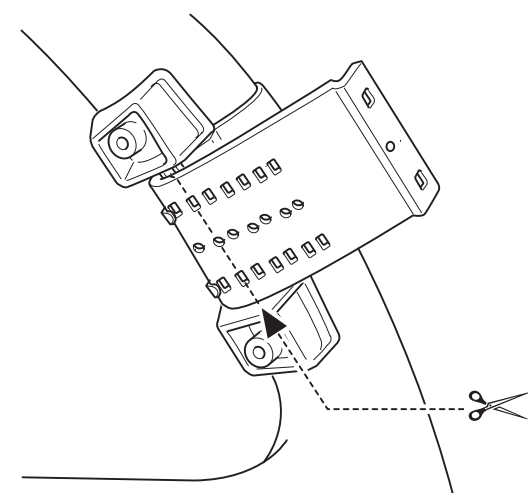

Fig. 7, Abb. 7, Afb. 7
2. Cut the extra portion of the belt at the center of the inner holder (Fig. 7).
2. Corte la porción extra de la correa en el centro del sujetador interior (Fig. 7).
2. Den überschüssigen Teil des Riemens in der Mitte des Innenhalters abschneiden (Abb. 7).
2. Couper la partie de la courroie en excès au centre du support interne (Fig. 7).
2. Tagliare la parte avanzante della cinghia al centro del supporto interno (Fig. 7).